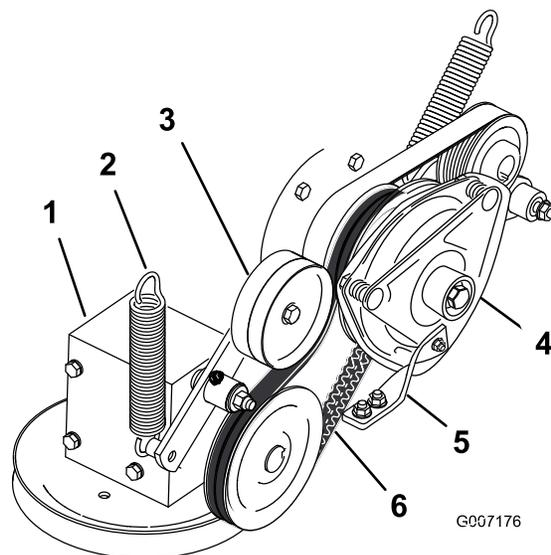

Figura 68
- Togliete la molla di tensione dal braccio di rinvio (Figura 68).
- Montate la cinghia di trasmissione della PDF attorno alla puleggia della frizione ed alla puleggia degli ingranaggi (Figura 68).
- Montate la molla sul braccio di rinvio (Figura 68).